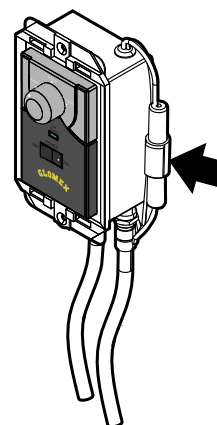

Fig. 51
- Enlever le fusible sauté de son siège indiqué dans la Fig. 51 et le remplacer avec un fusible nouveau (**type T 3.15A L 250 VAC 5x20**, c'est-à-dire fusible lent, avec un diamètre de 5 mm et une longueur de 20 mm, courant nominal de 3,15 A et tension nominal de 250 V).